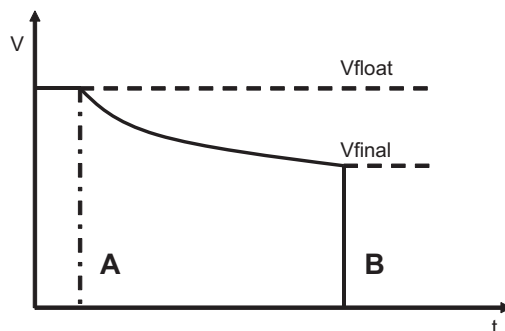

Figura 8.1 Descarga: relación entre tensión de la batería y tiempo de descarga
Si al descargar el cargador de baterías no tiene alimentación (VCA), este descargará la batería hasta el nivel de V_{final} . Al alcanzar V_{final} , se activa la protección contra baja tensión: el cargador de baterías se apaga (se aplica bloqueo) y todas las salidas se desconectan. Consulte la *Figura 8.1*.
- Si se superan los 12 A, el cargador de baterías suministra 12 A al sistema. La batería proporciona el resto y se descarga hasta alcanzar el nivel V_{final} . Al alcanzar V_{final} , se activa la protección contra baja tensión: el cargador de baterías se apaga (no se aplica el bloqueo) y todas las salidas se desconectan. Consulte la figura 8.1.